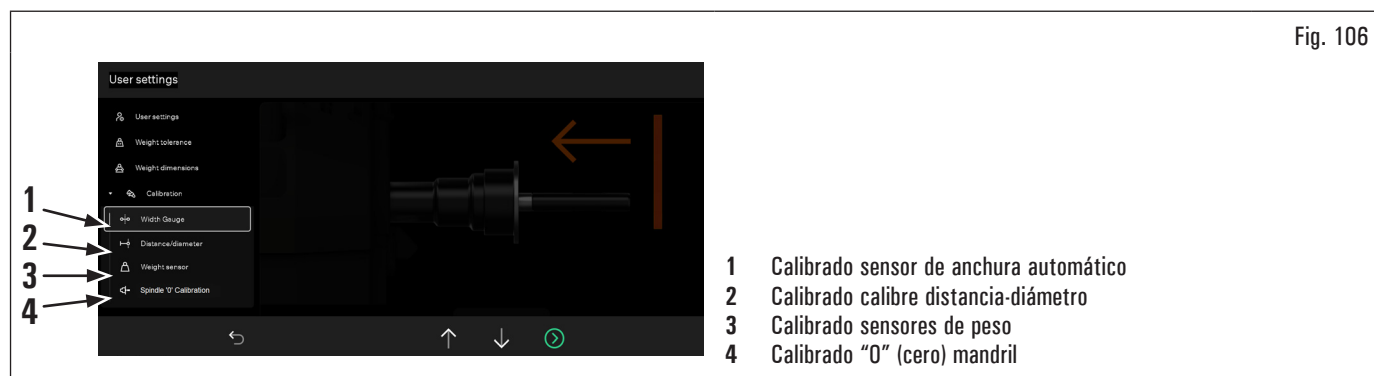

Fig. 106
Montar el cuerpo regulador en el mandril y fijarlo en el mismo con los dispositivos de bloqueo adecuados. Apretando el icono (Fig. 106 ref. 1) comparece en el monitor la siguiente pantalla:
Apretando el icono (Fig. 106 ref. 2) comparece en el monitor la siguiente pantalla:
1. Apretando el icono (Fig. 106 ref. 3) comparece en el monitor la siguiente pantalla:
1. Apretando el icono (Fig. 106 ref. 3) aparece en el monitor la siguiente pantalla: